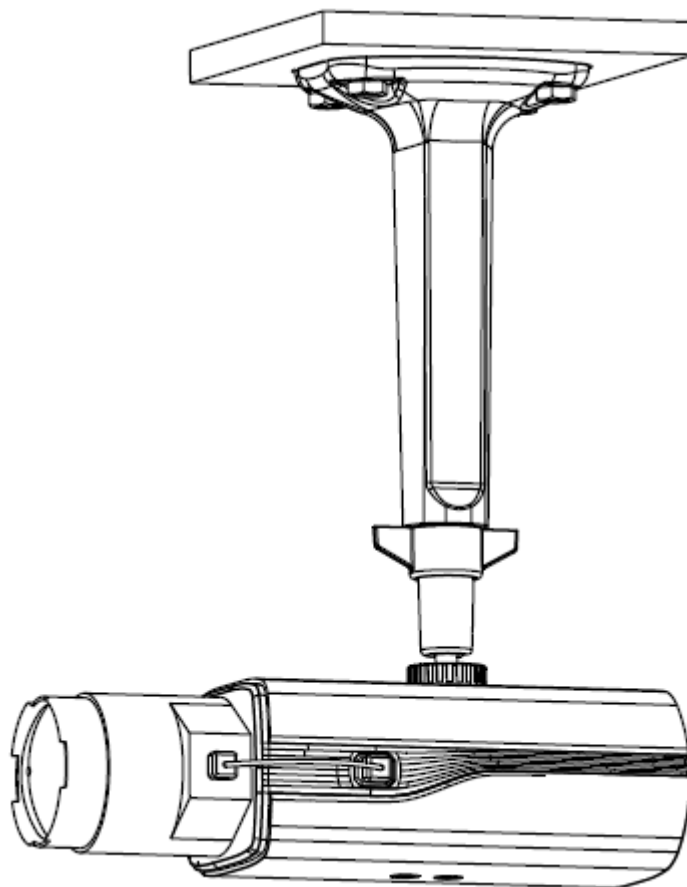

図 2-11 カメラハウジングの固定
3. 図 2-11 に示すように、カメラを天井に取り付け、固定ネジを締めてカメラを固定します。